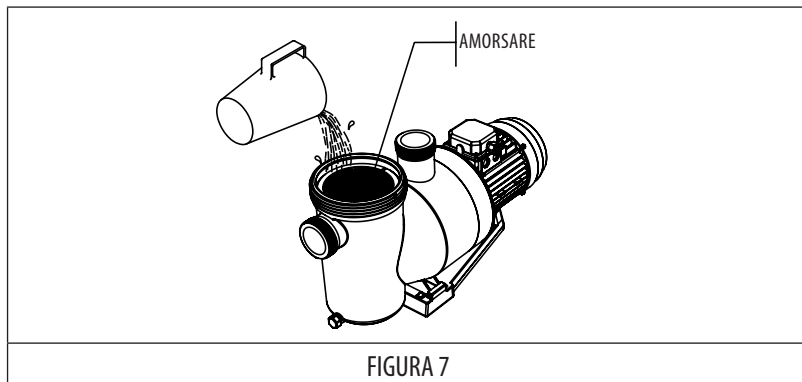

FIGURA 7
- Pompa este autoamorsantă, este obligatoriu să umpleți prefiltrul cu apă înainte de prima pornire, pentru a facilita procedura. (FIGURA 7).